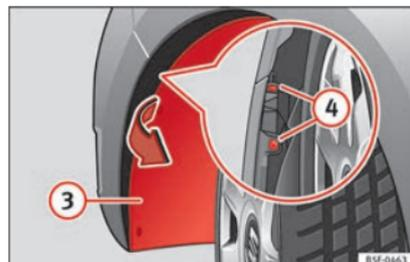

Fig. 113 Faro fendinebbia: accesso al connettore e al portalampade.
- Tirare il passaruota **3** » » **fig. 113** per accedere alle 2 viti **4** » » **fig. 113** del paraurti che rimangono nascoste.